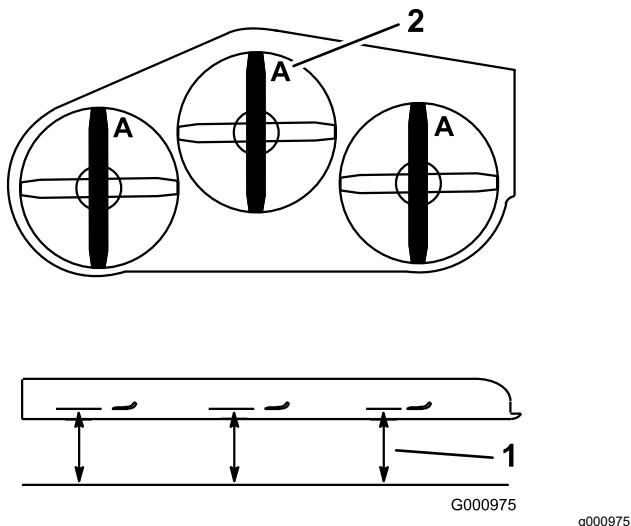

Figura 65
2. Mida desde una superficie nivelada hasta el filo de corte, posición A, de las cuchillas (Figura 65).